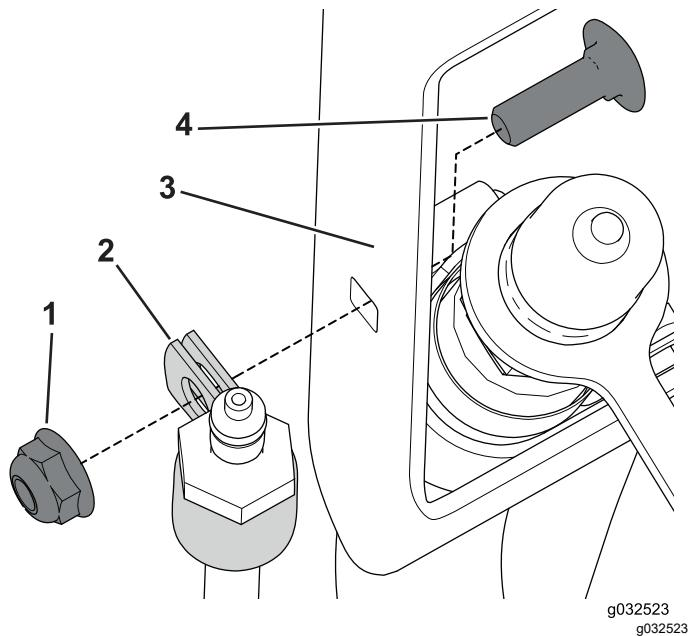

Figure 36
1. Placez un collier en R autour du raccord de flexible (Figure 36).
2. Fixez le collier en R au support de flexible à l'aide du boulon de carrosserie ($\frac{1}{4} \times \frac{3}{4}$ po) et de l'écrou (Figure 36).